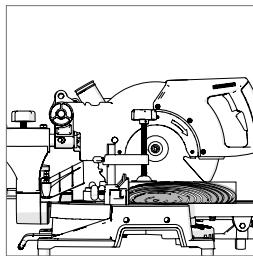

図27
- ハンドルを静かに押し下げて押し切りをし、ブレード先端が下限位置まで下がってから、そのまま後方(ガイドフェンス側)にスライドさせ切断します。後方いっぱいまでスライドさせてください。(図27)